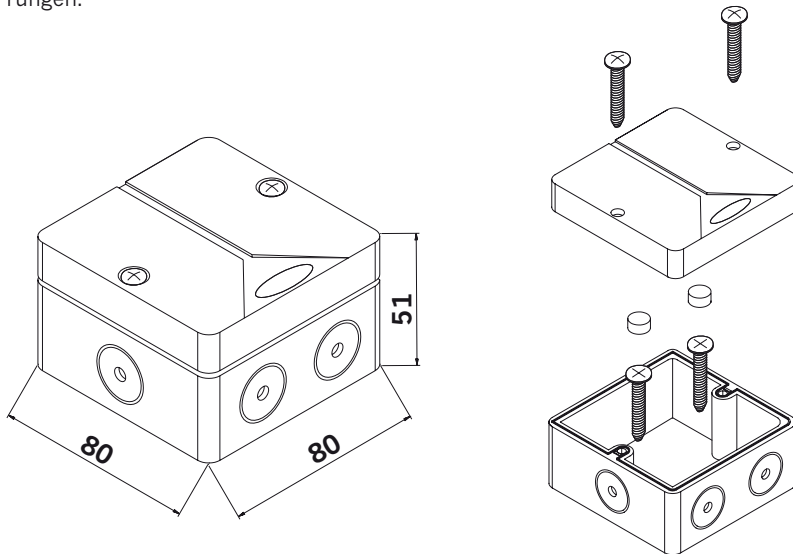

Abbildung 3.6.2-1: Montage Funk-Empfänger
- Gummistopfen eindrücken (siehe Abbildung 3.6.2-1).
- Setzen Sie die Empfängerplatine gemäß Abbildung 3.6.2-2 ein und schließen diese an der Steuerung der zusätzlichen Anwendung (z. B. Garagentorsteuerung) an.